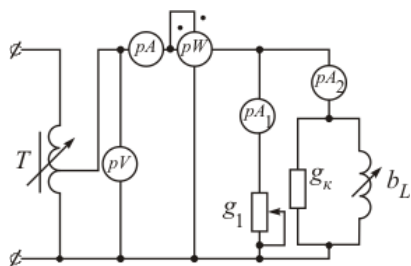

Рис. 4.3.
1. Для цепи, схема которой показана на рис. 4.3, качественно постройте:
1. Соберите электрическую цепь по схеме рис. 4.3. При неизменном напряжении на входе цепи исследуйте зависимости токов и активной мощности от величины  $g_1$ . Результаты опытов занесите в табл. 4.1.